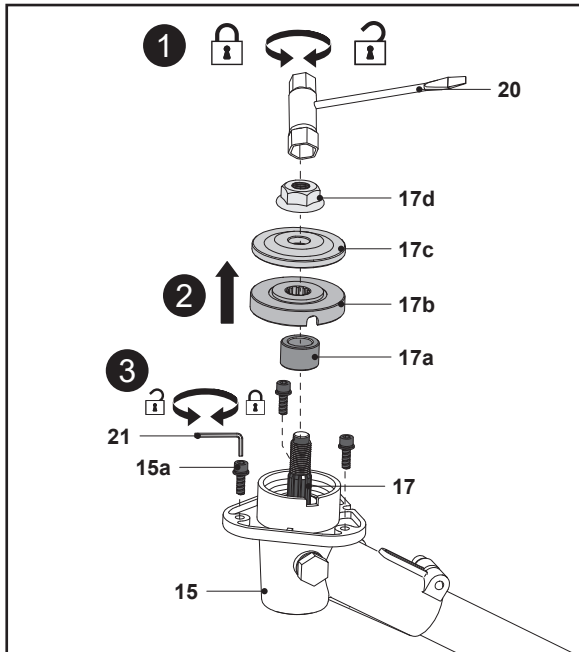

Fig. 3
1. Desfă piulița (17d) în sens orar folosind cheia tubulară (20) furnizată (Fig. 3, pasul 1).
2. Scoate flanșa de blocare (17c), flanșa suport (17b) și bușa interioară (17a) de pe ax (17) (Fig. 3, pasul 2).
3. Scoate cele trei șuruburi (15a) de pe capul antrenor (15) folosind unealta multifuncțională (21) furnizată și ține-le la îndemână (Fig. 3, pasul 3).